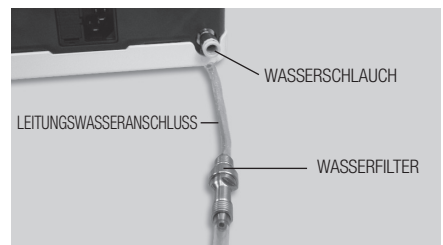

Abb.6
- 2) Schließen Sie die Filterseite des Wasserschlauchs tief im Leitungswasseranschluss an der Steuereinheit an (Abb. 6).